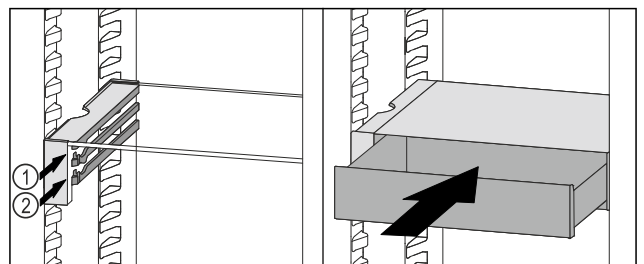

Fig. 106
- ▶ Coloque el cajón VarioSafe en la nervadura deseada Fig. 106 (1) o Fig. 106 (2) detrás de los topes.